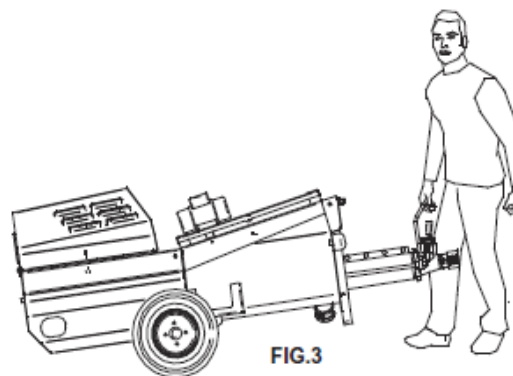
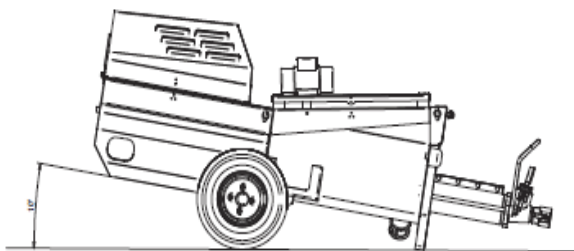

FIG.3
FIG.5
8. TRASPORTABILITÀ (fig.3), SOLLEVAMENTO (fig.4), TRAI-NABILITÀ (optional fig.5)
La macchina deve sempre essere in piano: l'inclinazione in basso della pompa a vite favorisce l'uscita del materiale (fig 5).
In caso di emergenza per arrestare la macchina premere il pulsante rosso di emergenza (rif.9). Per isolare la macchina girare l'interruttore principale in posizione 0 e quindi staccare la presa di alimentazione elettrica (rif.1fig.5): si arrestano tutti gli organi in movimento.